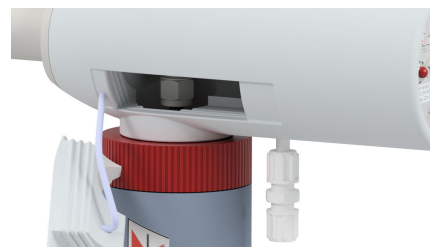

Fig. 3
- Retire la tuerca y los anillos de sujeción del adaptador a través de este orificio de montaje (fig. 3) y móntelos correctamente en la sección del conducto de Smartline.